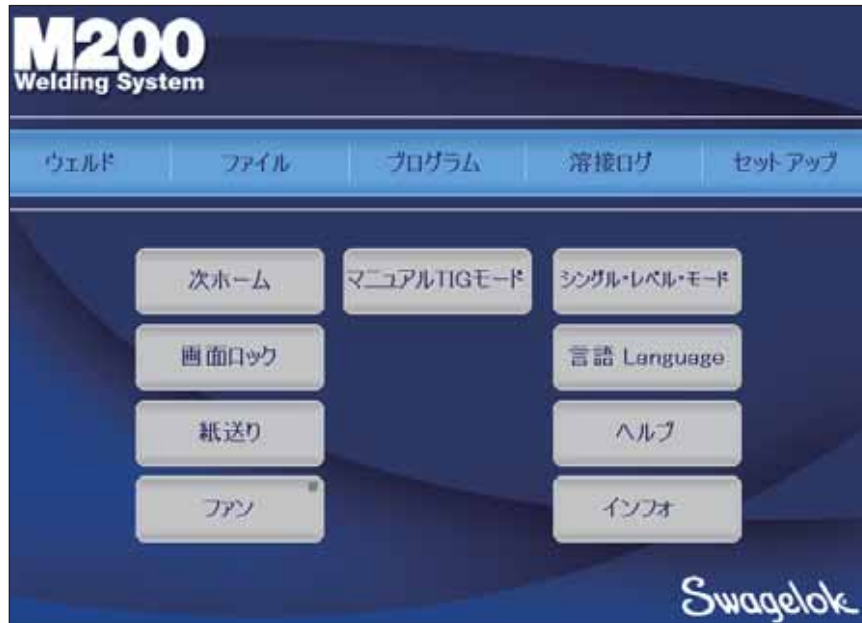

図 17 — メイン・メニュー
- メイン・メニュー（図 17）から M200 パワー・サプライの機能にアクセスします。画面上的ボタンを押して、または USB マウスを使用して選択項目をクリックして、機能を選択します。メイン・メニューの各ボタンの機能につきましては、表 5（26 ページ）をご参照ください。